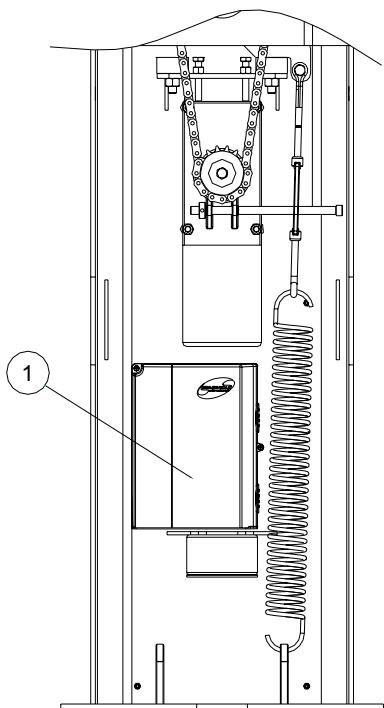
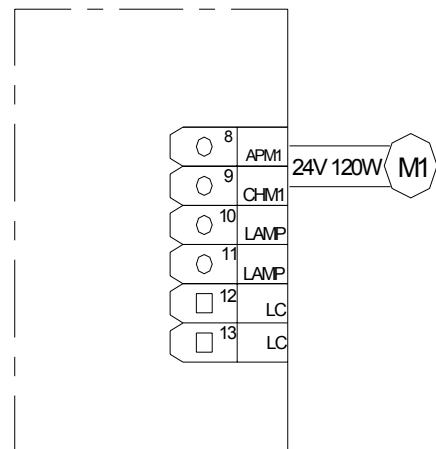

Abb. 8
Abb. 9
- Will man die Öffnungsrichtung umkehren, so ist die Federführung in entgegengesetzte Stellung zu bringen (Abb.8). Der Motoranschluss an der Steuerungszentrale muss ebenfalls umgekehrt werden (Abb.9).